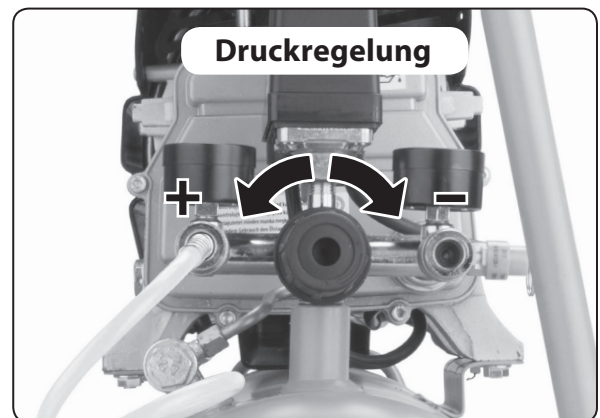
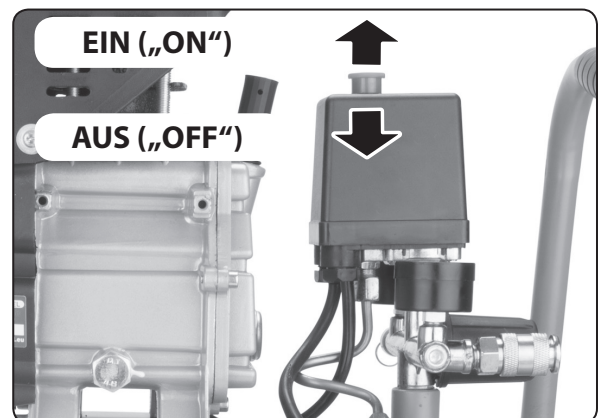

Abb. 6
Abb. 7
**8) Drehen Sie mit dem Regelrad in Richtung des Symbols „-“ so, dass ein niedriger Druck eingestellt ist, siehe Abb. 6, dann schließen Sie den Kompressor an das Stromnetz an und schalten ihn durch Herausziehen des Betriebsschalters gem. Abb. 7 ein.**
**9) Um den Kompressor auszuschalten, drücken Sie den Betriebsschalter gem. Abb. 7, trennen Sie den Kompressor vom Stromnetz und machen Sie den Druckbehälter drucklos, indem Sie den Betriebsschalter des Druckluftwerkzeuges gedrückt halten, solange im System der atmosphärische Druck herrscht (verfolgen Sie dies am Manometer). Ggf. lassen Sie den Restdruck im Druckbehälter durch Ziehen am Stift des Überdruckventils ab.**